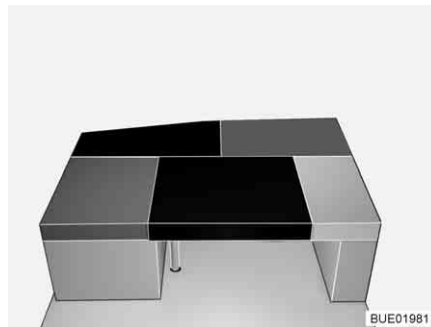

Bild 149 Efter ombyggnaden
- Lägg den rektangulära extra dynan på bordet (mellan sittdynan och sidosätets ryggdyna, se Bild 149).